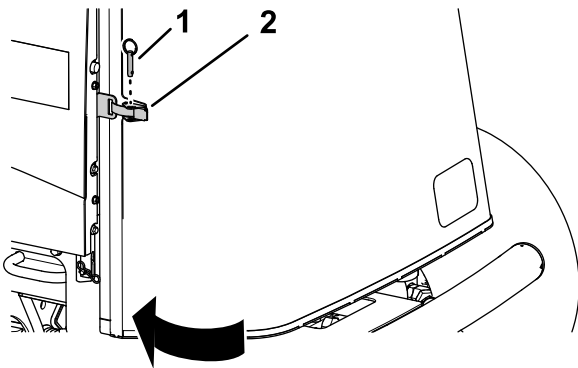

Figura 61
1. Feche e tranque o filtro (Figura 61)